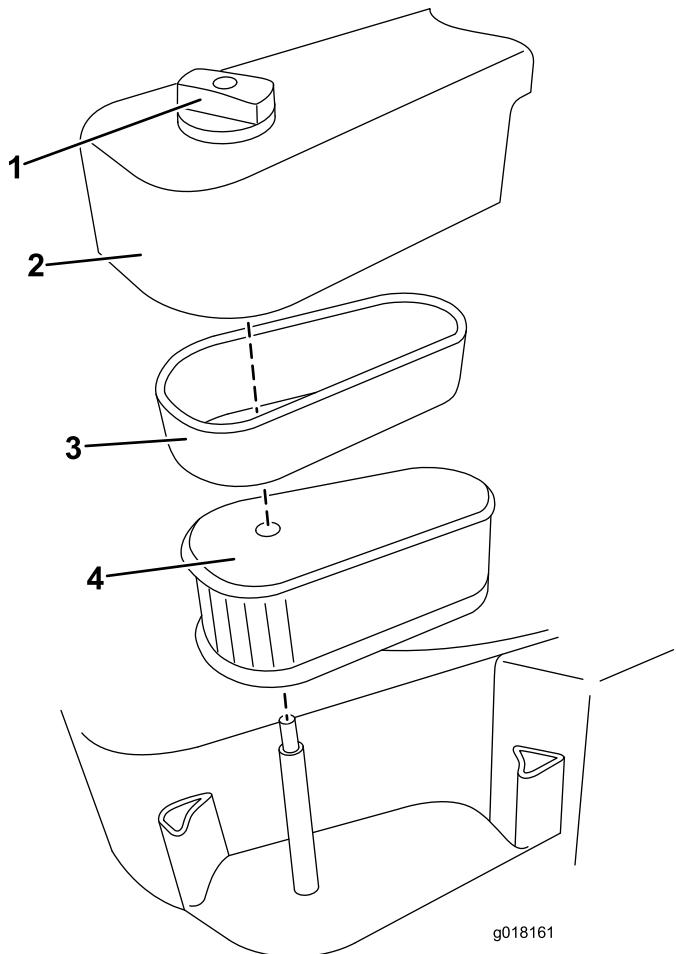

Figura 17
- Allentate la manopola che fissa il coperchio del filtro dell'aria (Figura 17).
4. Con cautela togliete insieme il filtro di schiuma e la cartuccia, quindi separate il filtro di schiuma dalla cartuccia (Figura 17).
7. Montate il coperchio (Figura 17).